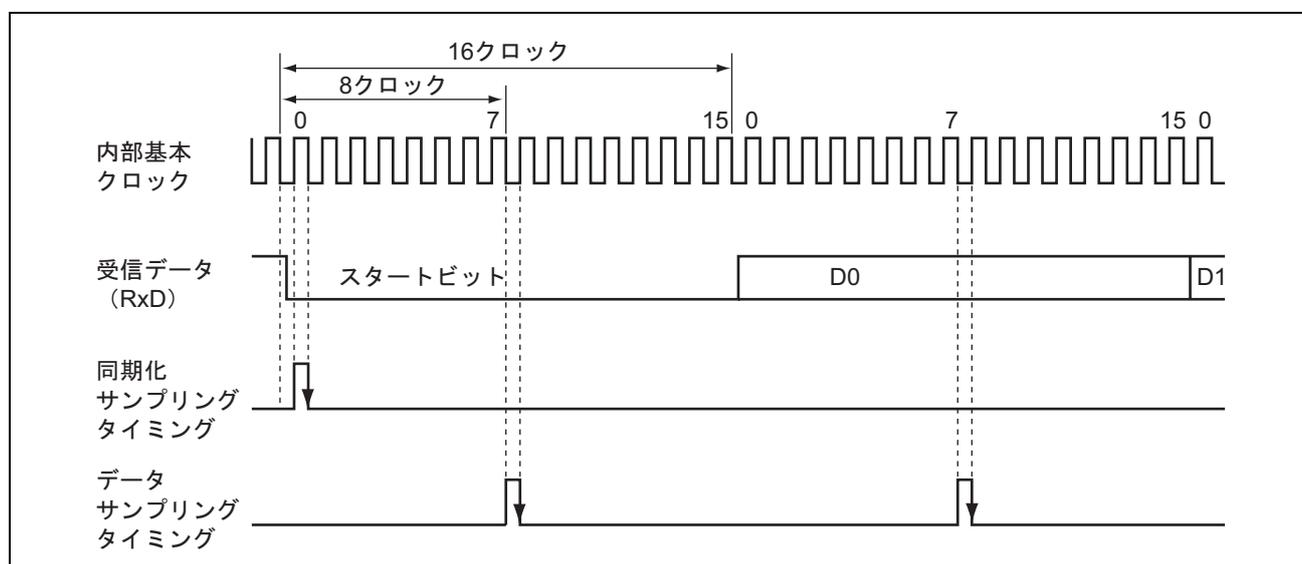

図 15.3 調歩同期式モードの受信データサンプリングタイミング
調歩同期式モードでは、SCI はビットレートの 16 倍の周波数の基本クロックで動作します。受信時はスタートビットの立ち下がり基本クロックでサンプリングして内部を同期化します。また、図 15.3 に示すように受信データを基本クロックの 8 ヶ目の立ち上がりエッジでサンプリングすることで、各ビットの中央でデータを取り込みます。したがって、調歩同期式モードでの受信マージンは式 (1) のように表すことができます。